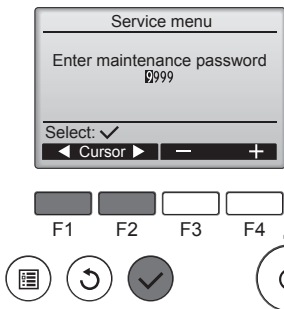

Fig. 5-2
- 2 После выбора Сервисного меню появится окно ввода пароля. (Fig. 5-2)